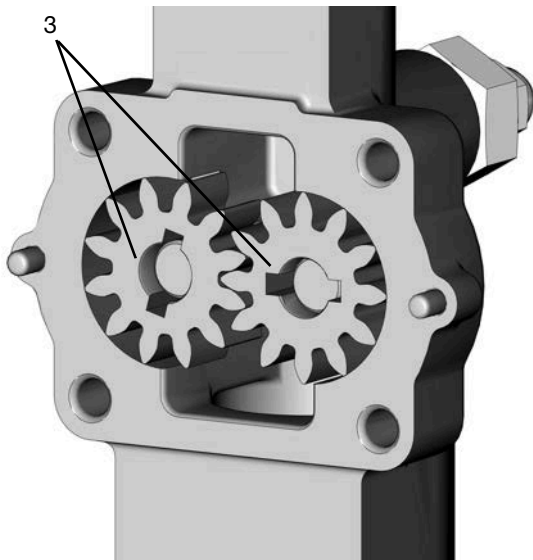

FIG. 35
18. Retirez les deux engrenages de la pompe (3) (FIG. 35).
1. Placez les engrenages de la pompe (3) dans la cavité de la pompe, en vous assurant qu'ils tournent librement (FIG. 35).